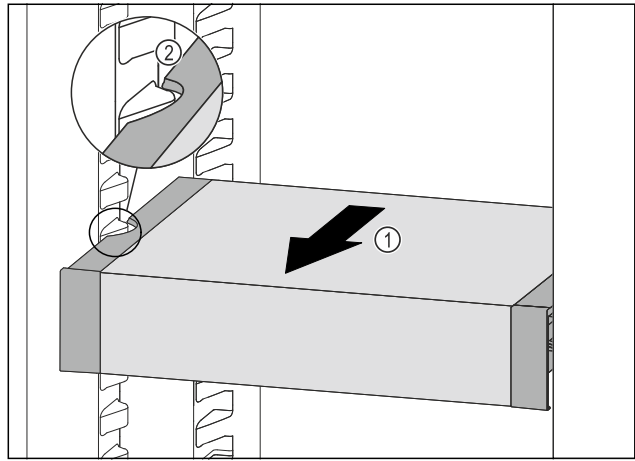

Fig. 68
- ▶ Изтеглете VarioSafe напред Fig. 68 (1), докато страничните прорези на VarioSafe се намират на височината на реброто на съда в хладилната част. Fig. 68 (2)